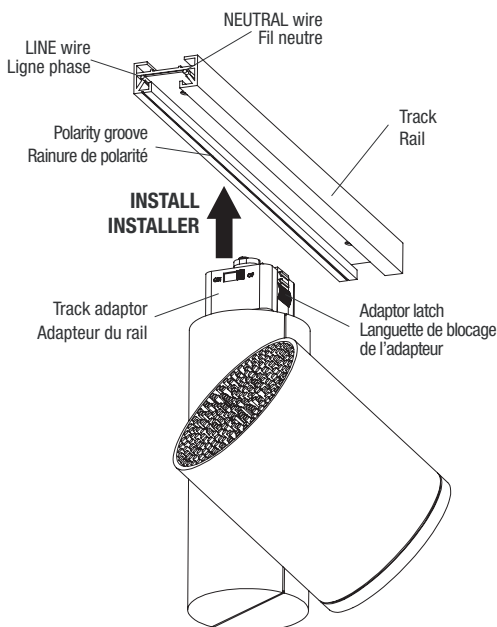

Fig. 1
1. Insert the brass contacts on the top of Track Adaptor into the Track Channel (Fig. 1).
1. Insérer les contacts en laiton de l'adaptateur dans l'encoche du rail. (Fig 1).